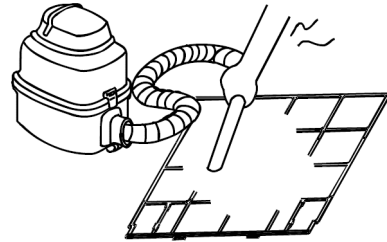

Abb. 6-2
- Während der Reinigung mit Staubsauger soll die Lufteingangsseite nach oben zeigen. (Siehe Abb. 6-2.)